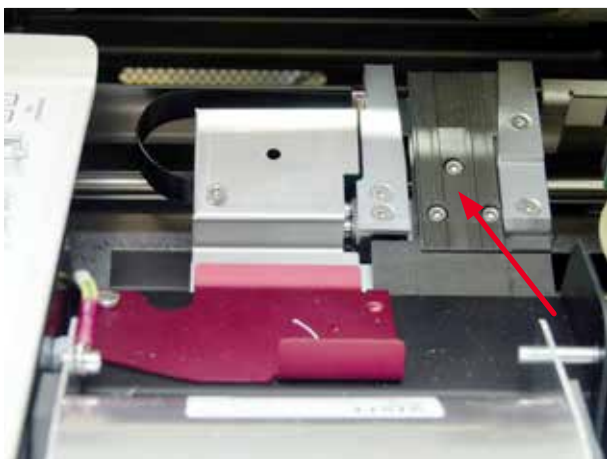

図 50
- 搬送ステーション(→ "図 50")
ラップを閉じます(→ "図 50")。